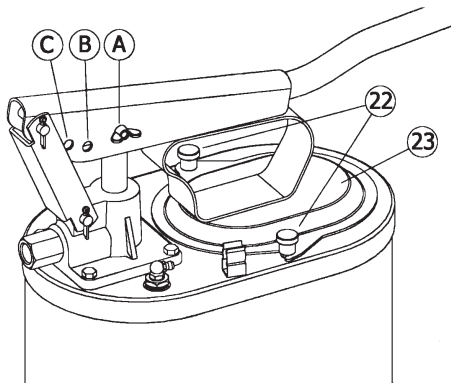

Fig. 2
1. Remplir le réservoir en levant le levier, en desserrant les vis (23) et en soulevant le couvercle (24) de l'appareil (voir fig. 2).